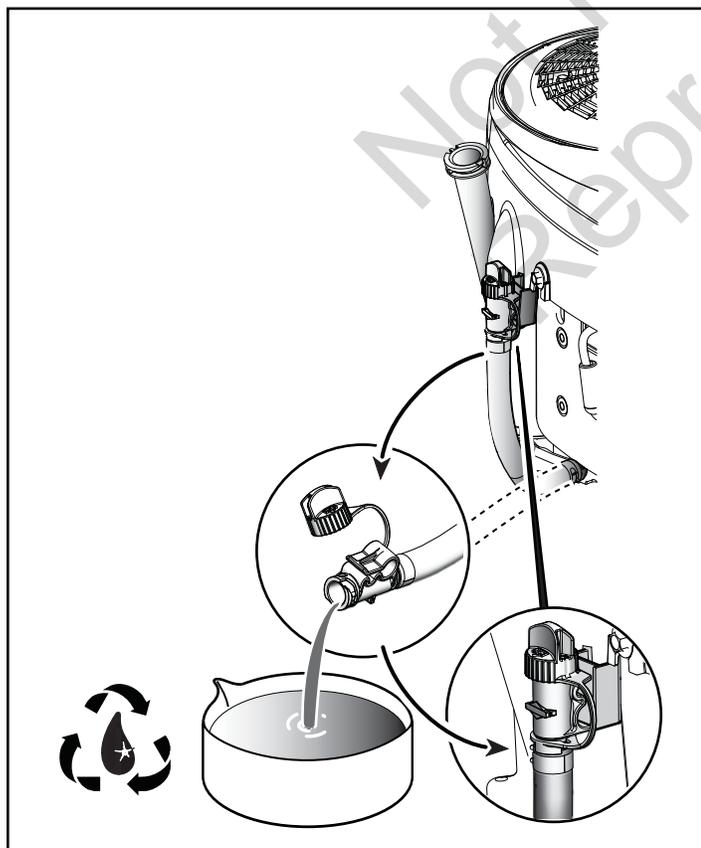

Figure 10
5. Déconnecter le tuyau de vidange d'huile (voir Figure 10). Retirer soigneusement le capuchon et déposer le tuyau dans un récipient homologué. Une fois que l'huile est vidangée, replacer le capuchon en le serrant bien, puis attacher le tuyau sur le côté du moteur.